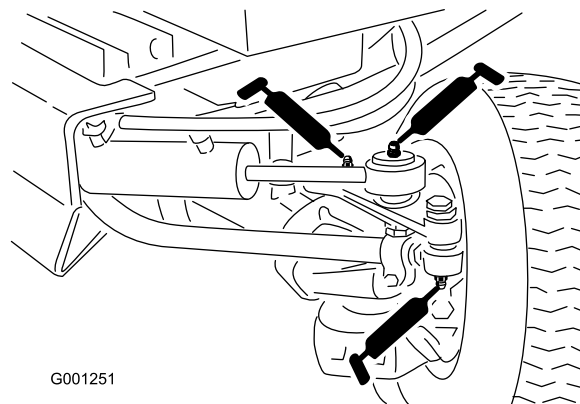

Рисунок 44
- Концы штока гидроцилиндра (2 шт.) (Рисунок 44)
- Шарниры поворотного кулака (2 шт.) (Рисунок 44)
- Ось поворотного шкворня моста (Рисунок 44)
- Концы тяг (2 шт.) (Рисунок 44)